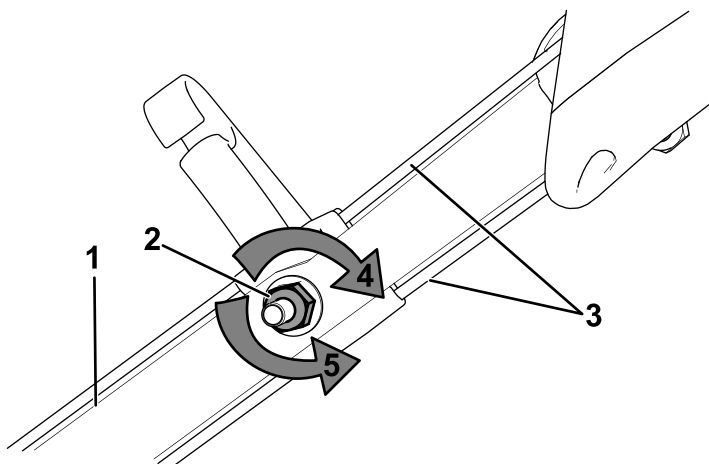

Рисунок 29
1. Поверните регулировочную гайку против часовой стрелки, чтобы ослабить натяжение троса (Рисунок 29).
2. Отрегулируйте натяжение тросов (Рисунок 29), потянув их назад или вперед, затем удерживайте в этом положении.